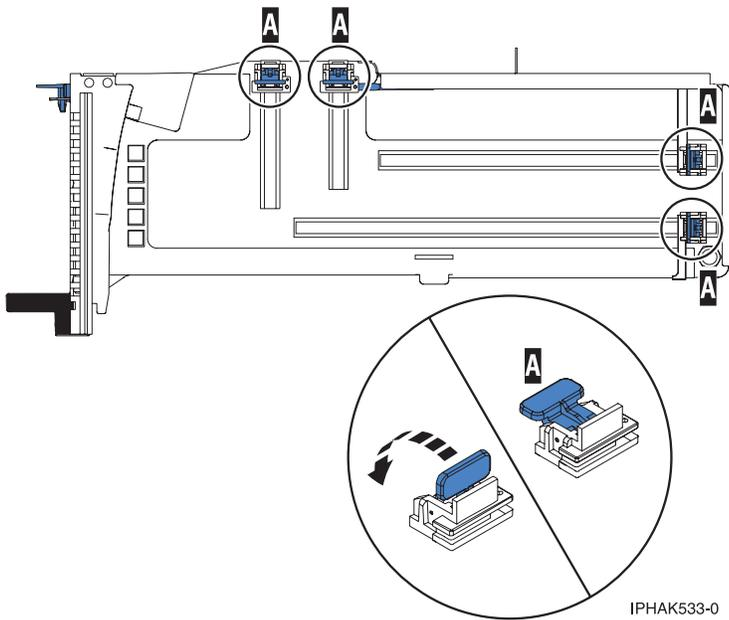

Figura 39. Piezas de retención del adaptador
- b. Asegúrese de que todas las piezas que servirán para sujetar el adaptador (**A**) se han empujado hacia fuera de los bordes de la casete para permitir la colocación del adaptador. Consulte la sección Figura 39 en la página 54.